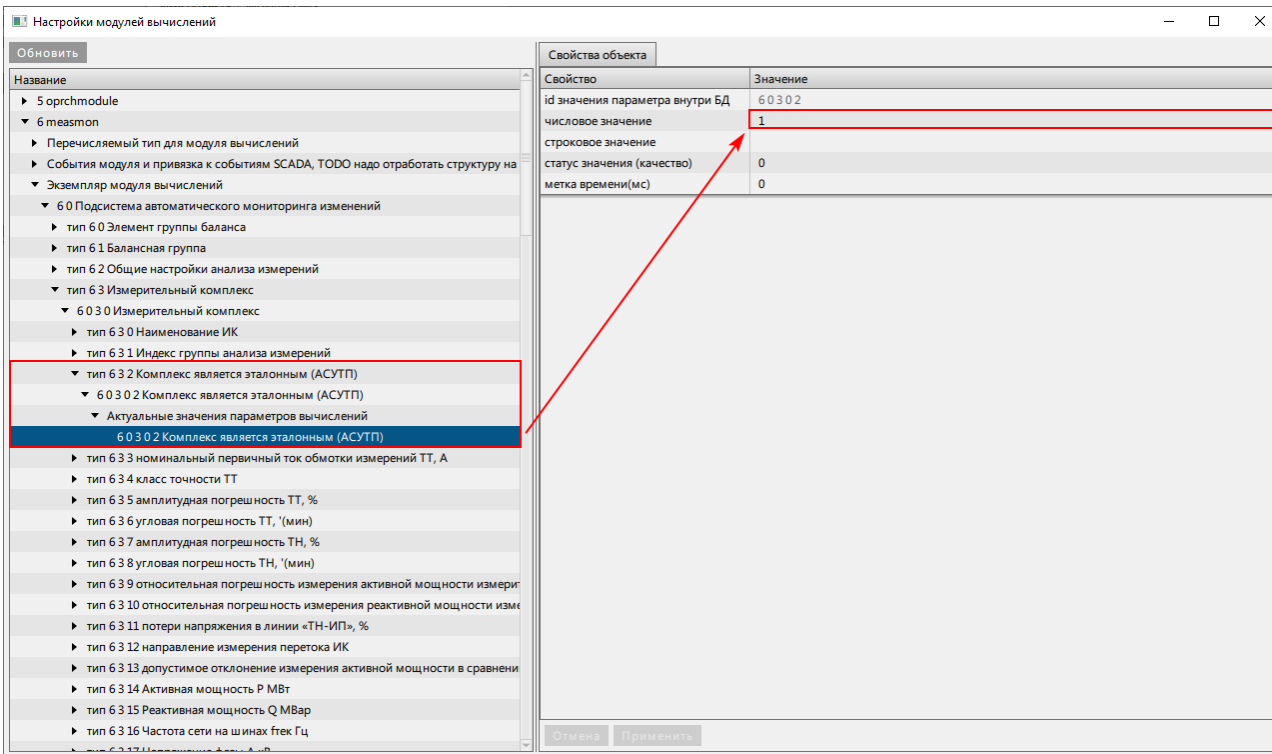

Рисунок 430 - Комплекс является эталонным (АСУТП)
4. У каждого эталонного измерительного комплекса (АСУТП) раскройте узел **тип 6 3 2 Комплекс является эталонным (АСУТП)** до конца и напротив строки **числовое значение** поставьте 1 (Рисунок 430). Для устройств РЗА значение оставьте по умолчанию.